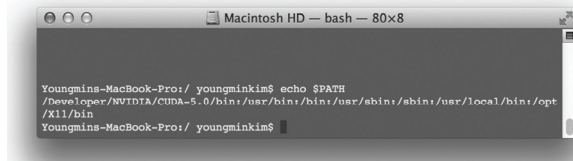
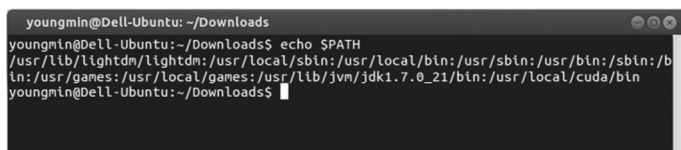

图 A.10 Mac OS X 中的 `nvcc` `PATH`
图 A.11 Linux 环境中的 `nvcc` `PATH`
- 对于 Mac OS X 与 Linux，在 shell 中的提示符下键入 `echo $PATH`，确保 `nvcc` 路径同图 A.10 与图 A.11 中规定的相同。